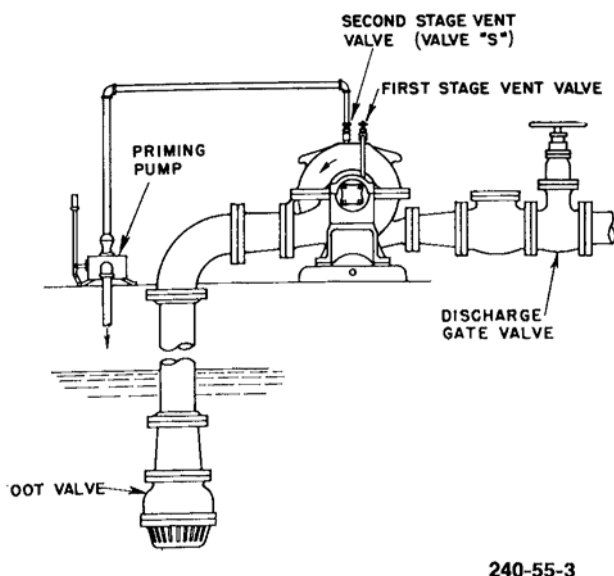

Рис. 15:
- b) Отдельным ручным или управляемым вручную заливочным насосом (см. Рис. 15: on page 23).